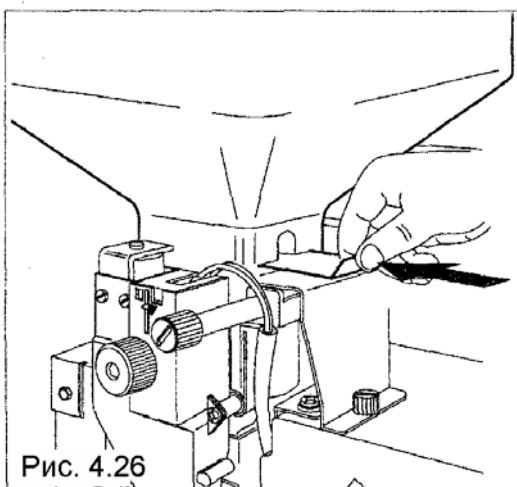

Рис. 4.26
- Чтобы выполнить загрузку, необходимо снять каждый контейнер (рис. 4.26). В частности, для контейнера для зерен кофе нужно перед выемкой контейнера закрыть дверцу жебла.